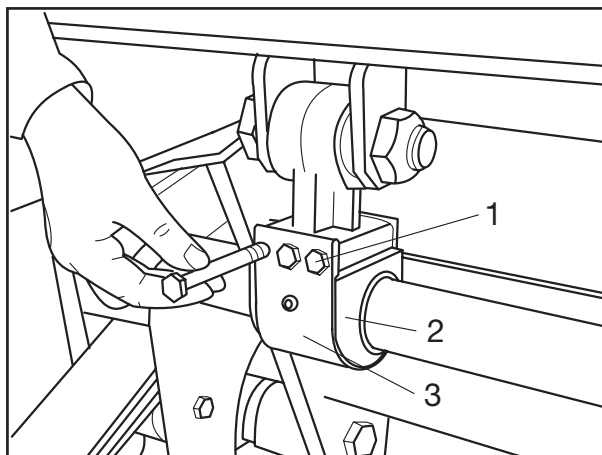

Рис. 1
- [1] Отвернуть стопорные гайки с болтов (рис. 1/1) крепежного хомута (рис 1/3). Вытянуть болты, снять крепежный хомут, полувтулки и уплотнение (рис. 1/2).